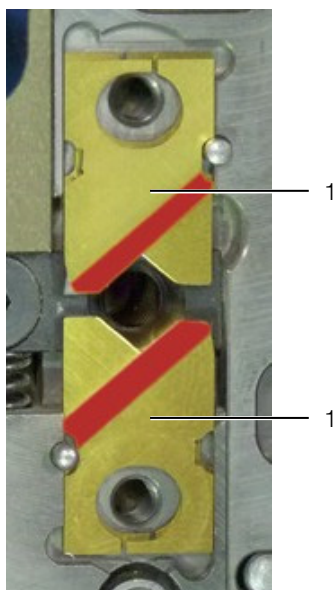

Imagen 26: Colocación de las hojas de cuchilla
- Coloque cada par de hojas juntas de forma que los cantos biselados (marcados en rojo en imagen 26) miren hacia fuera.